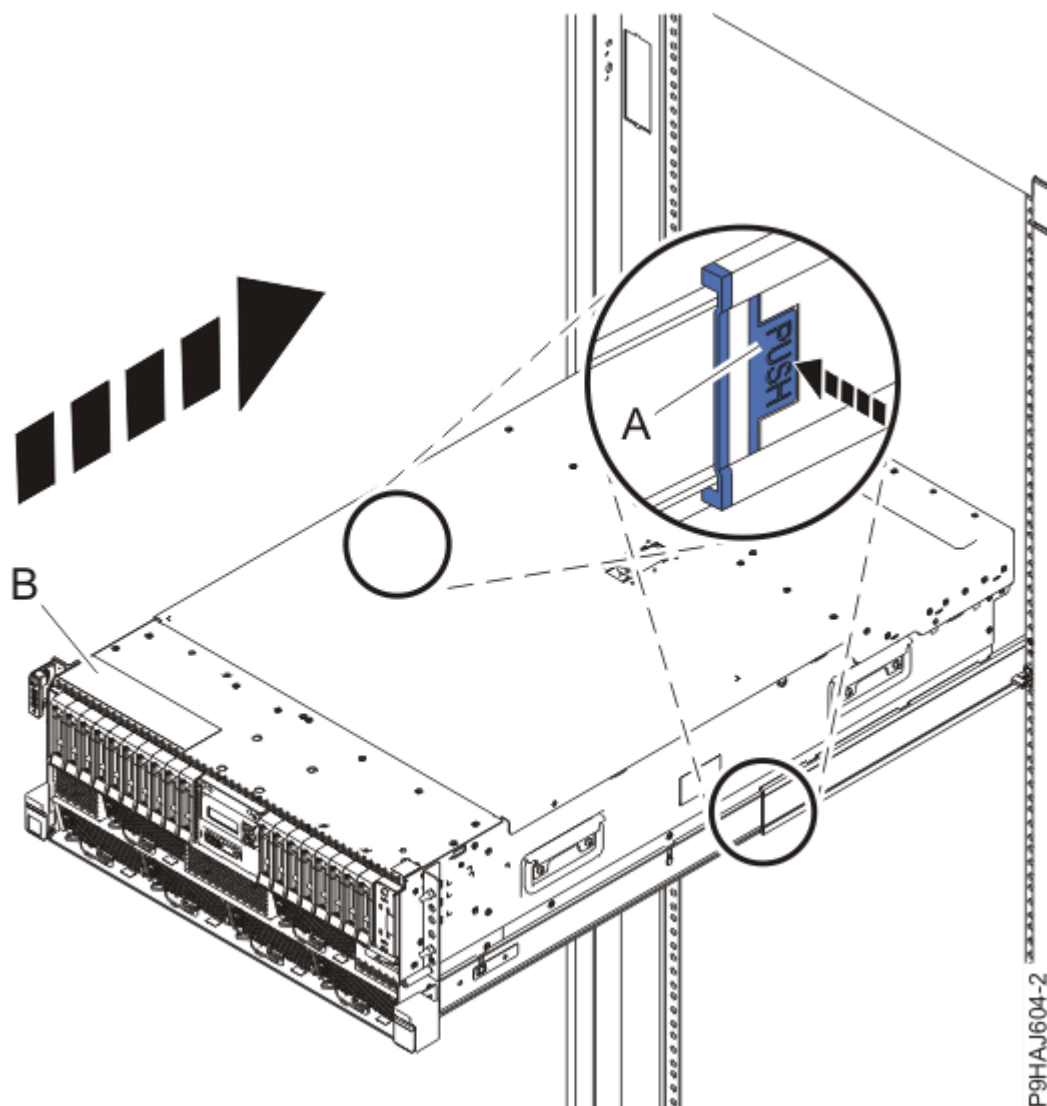

Figura 56. Col·locació del sistema en posició operativa
3. Per un sistema muntat en bastidor, desbloquegeu els pestells de seguretat de les guies de color blau **(A)**, tal com es mostra a la Figura 56 a la pàgina 72, fent-hi pressió cap endins.